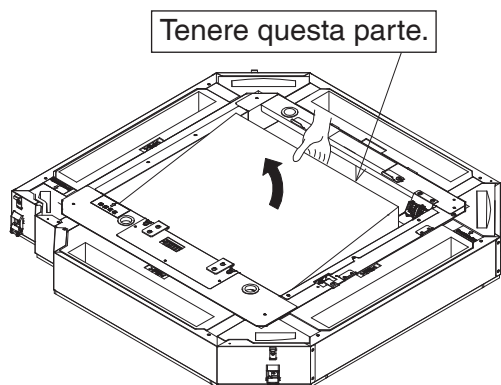

Figura 8
- (1) Rimuovere i nastri di fissaggio dei cavi di alimentazione e di segnale.
- (2) Rimuovere i nastri di fissaggio dei ganci (filtro) (2 punti).
- (3) Rimuovere il nastro di fissaggio del filtro a pieghe (1).
- (4) Afferrare il filtro a pieghe (1) dalla parte indicata in **Figura 8** ed estrarlo. (Tenendolo in un altro punto si potrebbero schiacciare le pieghe del filtro a pieghe (1).)